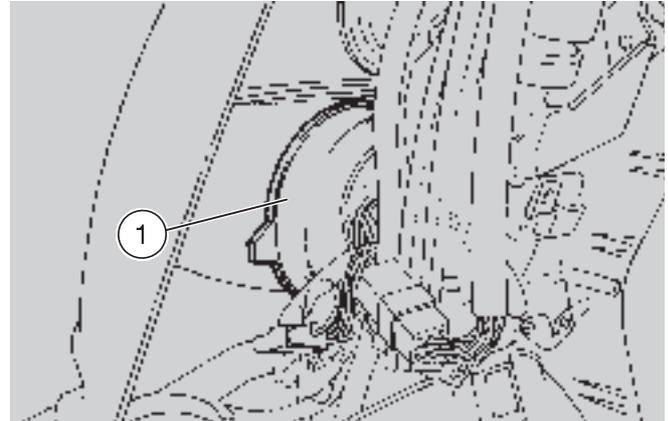

Abb. 50
- ◆ Die Schutzkappe (1-Abb. 50) der zu ersetzenden Lampe mit den Händen verschieben.